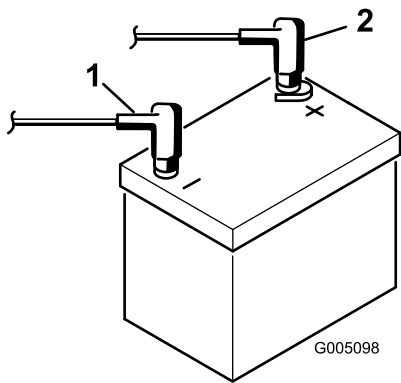

图 6
9. 使用螺栓和螺母将正极红色接线连接到正极 + 电池端子负极黑色接线连接到负极 - 电池端子图 6。将橡皮套滑动到正极电池端子上防止可能发生的短路情况。